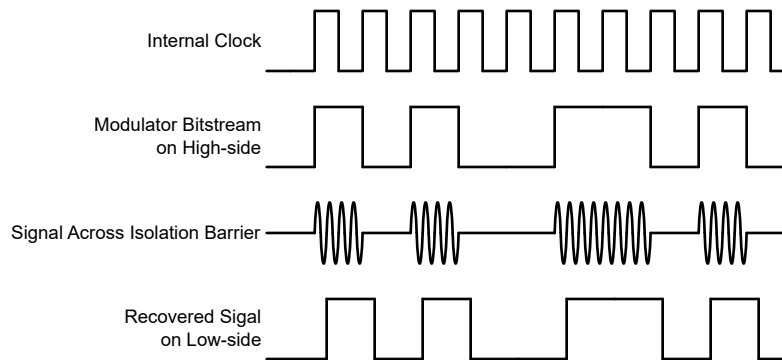

図 6-1. OOK ベースの変調方式
図 6-1 に示されているように、AMC1200C は、オン / オフ キーイング (OOK) 変調方式を使用して、変調器の出力ビットストリームを、 SiO_2 ベースの絶縁膜間で伝送します。送信ドライバ (TX) を 機能ブロック図 示します。TX は、内部で生成された高周波キャリアを絶縁バリア越しに送信し、デジタル 1 を表現します。ただし、TX はデジタル 0 を表す信号を送信しません。AMC1200C で使用されるキャリアの公称周波数は 480MHz です。